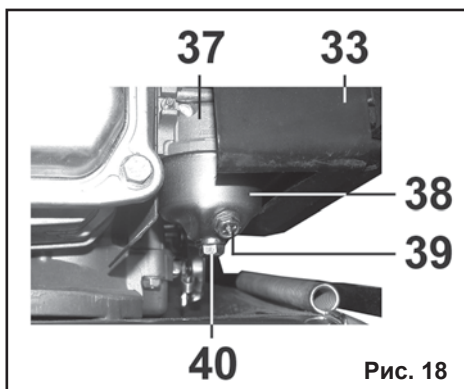

Рис. 18
9.6. Очистка отстойника карбюратора (Рис.18).
9.10.3. Выверните сливную пробку (39) из карбюратора (37) и слейте топливо из поплавковой камеры. Демонтируйте отстойник (38) и очистите его. Слейте топливо из топливного бака (15) в подходящую емкость (Рис.18).
9.10.4. Установите на место отстойник (38) и сливную пробку (39) карбюратора (37) (Рис. 18).